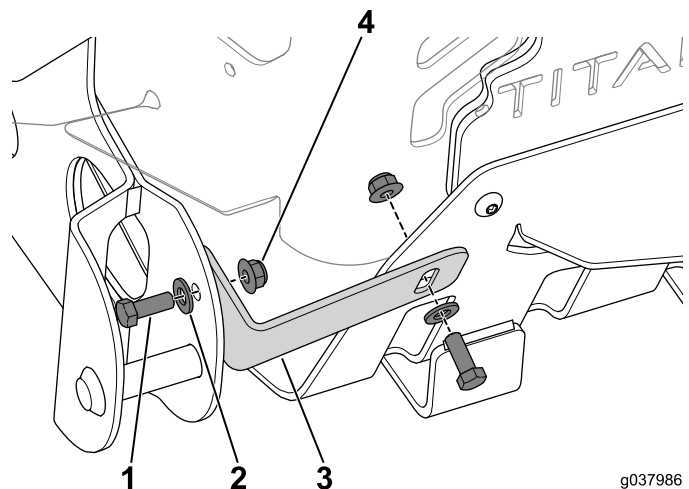

Figura 14
1. Utilizzate i 2 bulloni ( $\frac{3}{8}$ " x 1"), 2 rondelle e 2 dadi per fissare la staffa del cesto di raccolta alla macchina (Figura 14).